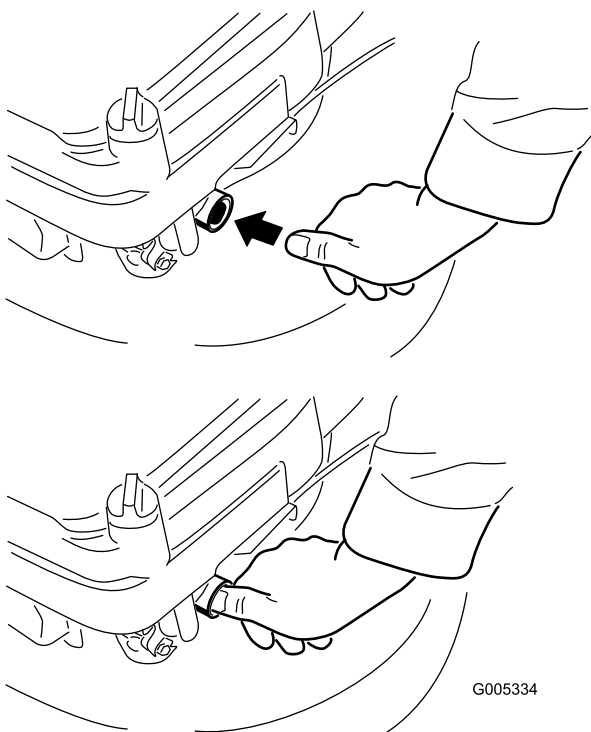

**Figura 13**
1. Conecte el cable de la bujía (Figura 13).